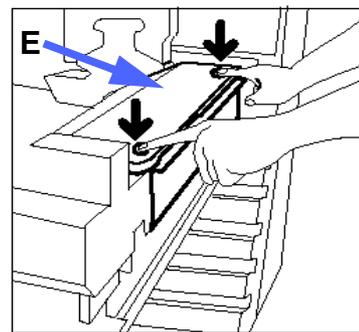

Figure 44 : Déblocage de la bande de nettoyage
- 4 Appuyez sur les boutons de verrouillage avant et arrière situés sur la partie supérieure du module four (figure 44) pour débloquer la bande de nettoyage (zone E). La bande s'ouvre à droite du transport papier.